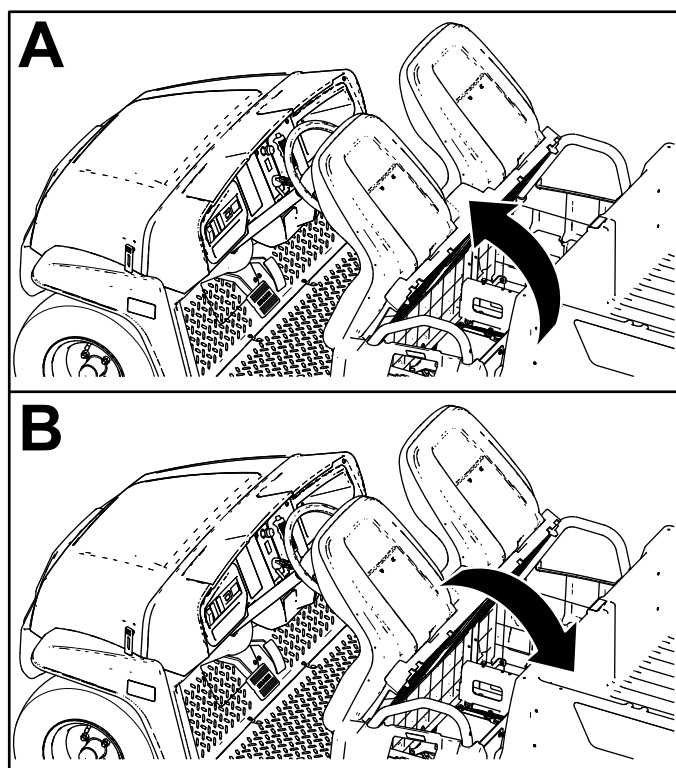

Figure 32
Pour lever l'ensemble sièges, basculez-le en avant jusqu'à ce qu'il soit en appui sur le volant (Figure 32).
Pour baisser l'ensemble sièges, rabattez-le en arrière jusqu'à ce qu'il retrouve sa position initiale (Figure 32).
1. Basculez l'ensemble sièges en avant, en position levée (Figure 32).